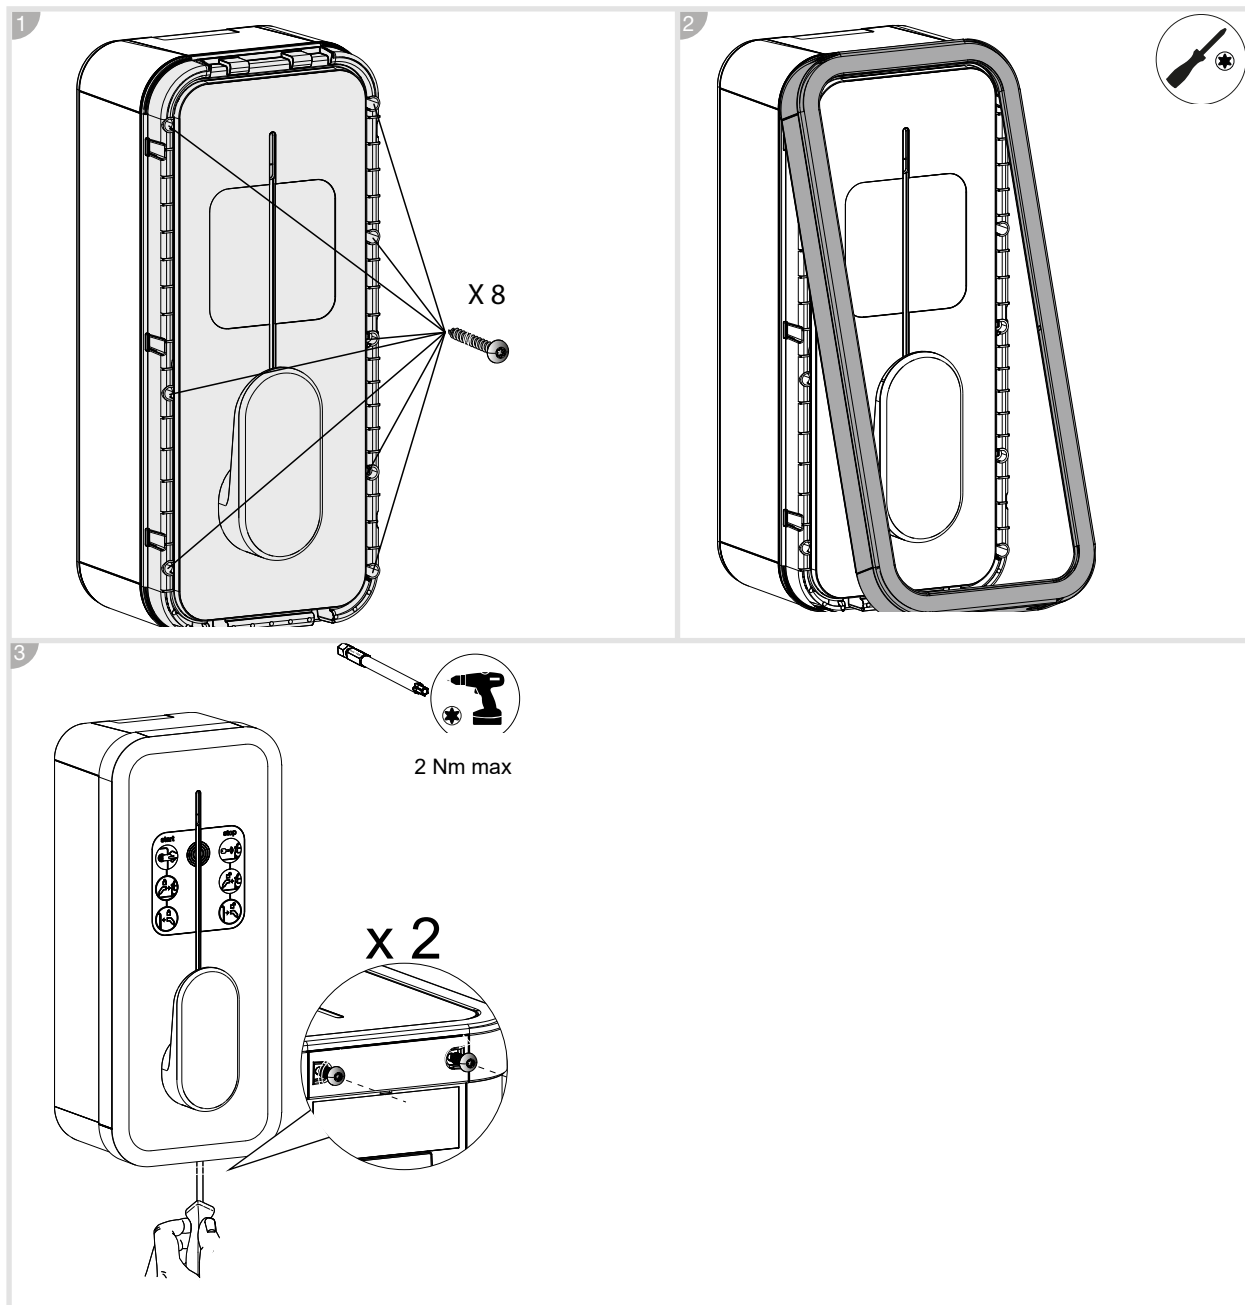

Bild 25: Gehäusedeckel und Kantenschutz verschrauben
- Ladestation öffnen (Bild 25). Darauf achten, dass das HMI-Anschlusskabel nicht beschädigt wird.
- Ladestation wieder verschließen (Bild 25).